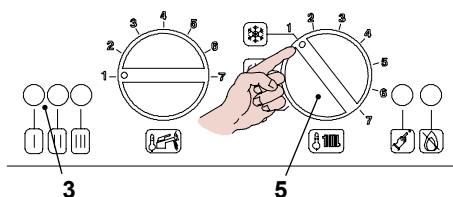

Figura 2.2
- Alimentate elettricamente la caldaia azionando l'interruttore bipolare previsto nella installazione; la lampada di segnalazione 3 in Figura 2.2 fa un breve lampeggio circa ogni 4 secondi.
- Ruotate il selettore 5 come in Figura 2.2 ; la lampada di segnalazione 3 lampeggia ad intermittenza circa ogni secondo.